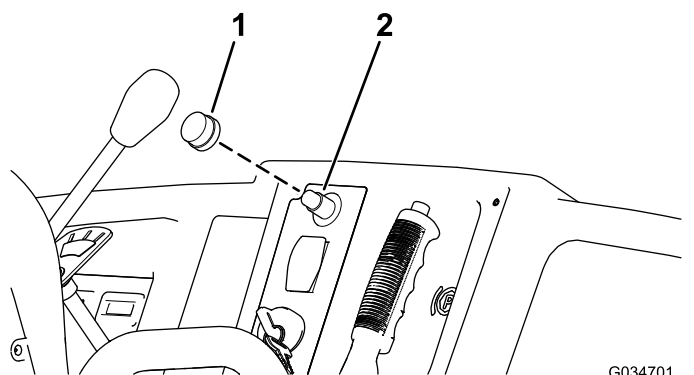

Figure 6
3. Montez le bouton en caoutchouc sur le contacteur d'avertisseur sonore (Figure 6).